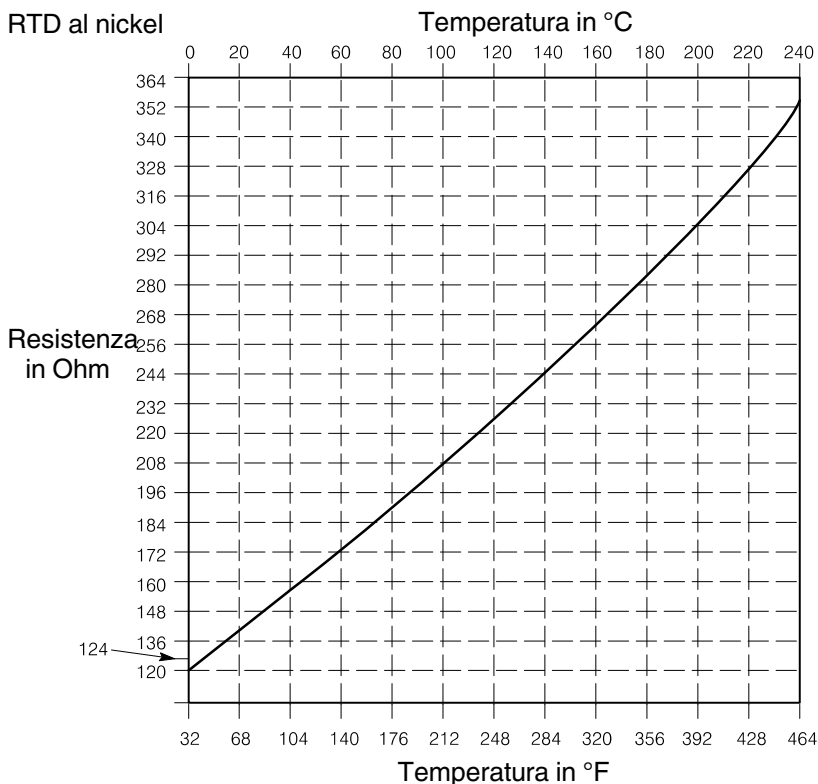

Figura 17: Resistenza RTD in rapporto alla temperatura
5. Vedi figura 17 per stabilire la resistenza di RTD prevista alla temperatura conosciuta. Confrontare i valori di resistenza previsti e rilevati: